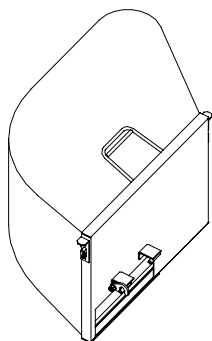

FIG. 2
a) Conjunto recogedor de césped (2832200): 80L, ver FIG 2